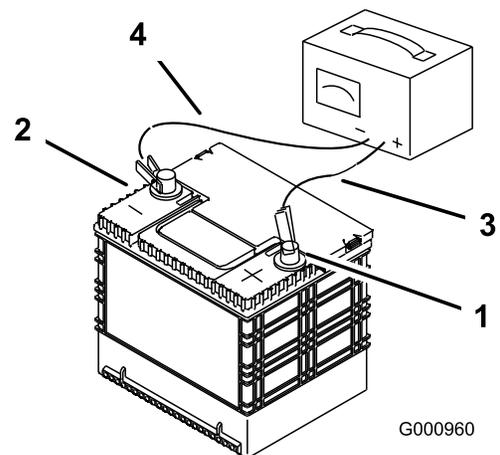

Bild 70
3. Wenn die Batterie ganz aufgeladen ist, ziehen Sie den Stecker des Ladegeräts aus der Dose. Klemmen Sie dann die Klemmen des Ladegeräts von den Batteriepolen ab (Bild 70).